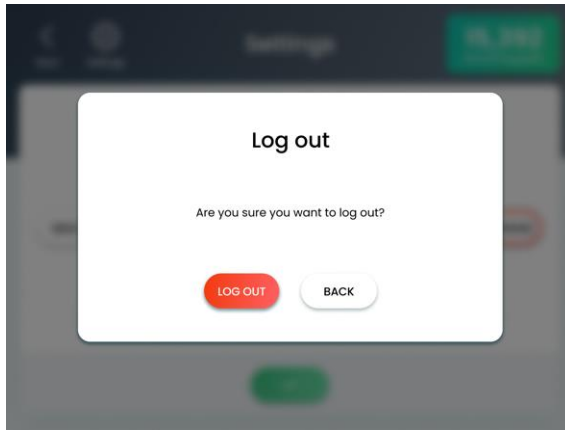

Figure 5-5. Écran Log Out (Déconnexion)
2. Appuyez sur le bouton **Logout** (Déconnexion) ; l'écran de déconnexion apparaît, comme illustré à la Figure 5-5.